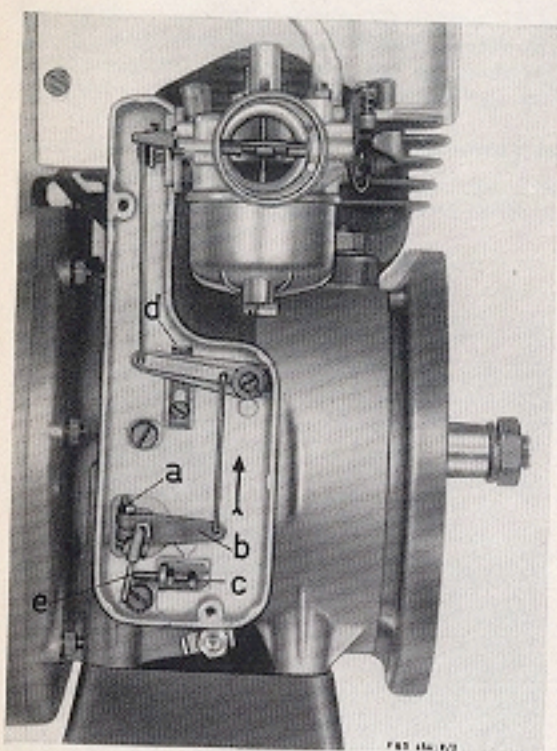

Figure 7
Si, lors du démontage du moteur, le levier de commande du régulateur b (fig. 7) ainsi que la bielle de tension e (fig. 7) ont été desserrés, ce qui fait qu'il n'existe plus de
1. Alors que la vis de serrage a (fig. 7) est encore libre sur le levier de commande du régulateur b (fig. 7), procéder au montage de la biellette de tension e (fig. 7) sur l'axe du régulateur et la fixer à l'aide de sa vis de serrage.
2. Afin que la fourchette du régulateur vienne en contact avec le flasque du régulateur lors du réglage de ce dernier, il faut tout d'abord bander la biellette de tension e (fig. 7) dans le sens des aiguilles d'une montre. Pour cela, il faut visser la vis de réglage du nombre de tours c (fig. 7) complètement afin que la biellette de tension e (fig. 7) soit bandée au maximum.
3. Le levier du régulateur b) est alors soulevé dans le sens inverse à celui des aiguilles d'une montre afin que le jeu existant dans la tringlerie jusqu'au papillon des gaz soit supprimé. Toutefois, la tige reliée au papillon des gaz ne doit pas, lors de ce réglage, modifier la position du papillon, car sans cela la zone de réglage du régulateur en serait modifiée. Aussitôt que le jeu de la tringlerie est compensé par la rotation du levier de régulateur b (fig. 7) il faut serrer la vis de fixation a (fig. 7).
5. La vis de réglage du nombre de tours c (fig. 7) est maintenant dévissée, afin de débander la biellette de tension.
Si le nombre de tours maximum du moteur n'est pas atteint lorsque le papillon des gaz est ouvert à fond, on peut à l'aide de la vis de réglage du nombre de tours c (fig. 7) augmenter ce nombre de tours d'environ 10% en la vissant.
Si, lorsque le carburateur et le régulateur à billes sont correctement réglés, le moteur pompe légèrement à vide, ces variations de régime peuvent être annulées par la butée d (fig. 7). Pour ce faire, lorsque le moteur tourne au ralenti, desserrer cette butée et l'appuyer vers le bas, jusqu'à ce que le moteur tourne régulièrement à vide. Après ce réglage, rebloquer la vis de fixation de la butée.